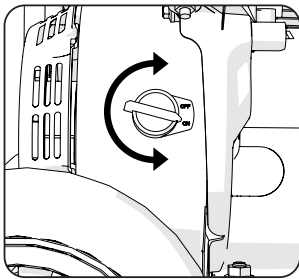

Abb. 13
- Drehen Sie den Zündschalter des Motors in die Position „ON“ (EIN). **(Abb. 13)**